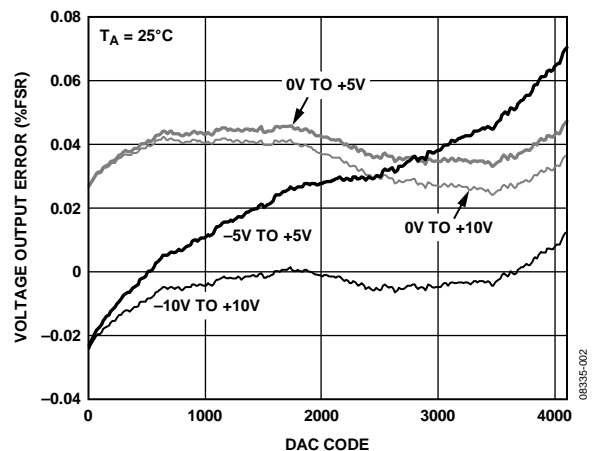

图2. 电压输出误差
**AD5722R**是一款数模转换器(DAC)，可保证12位单调性，积分非线性(INL)误差为 $\pm 0.5$  LSB，总非调整误差(TUE)为0.1%，建立时间为10  $\mu$ s。**AD5722R**还集成了一个2.5 V、5 ppm/ $^{\circ}$ C的基准电压源以及若干基准电压缓冲器和输出放大器。这样便进一步节省了成本和电路板空间。在以下电源电压范围内，可以保证具有额定性能： $+4.5$  V至 $+16.5$  V的AVDD电压范围和 $-4.5$  V至 $-16.5$  V的AVSS电压范围。如果只需要单极性输出，则可将AVSS连接至0 V。可通过以下选项对每个输出通道的输出范围进行单独编程： $0$  V至 $+5$  V、 $0$  V至 $+10$  V、 $0$  V至 $+10.8$  V、 $-5$  V至 $+5$  V、 $-10$  V至 $+10$  V以及 $-10.8$  V至 $+10.8$  V。对于双极性输出，输入编码为用户可选的二进制补码或偏移二进制(取决于BIN/2sCOMP引脚的状态)。对于单极性输出，编码则为标准二进制。图2显示了在 $25^{\circ}$ C环境温度下，该电路的典型输出误差小于0.07 %FSR。